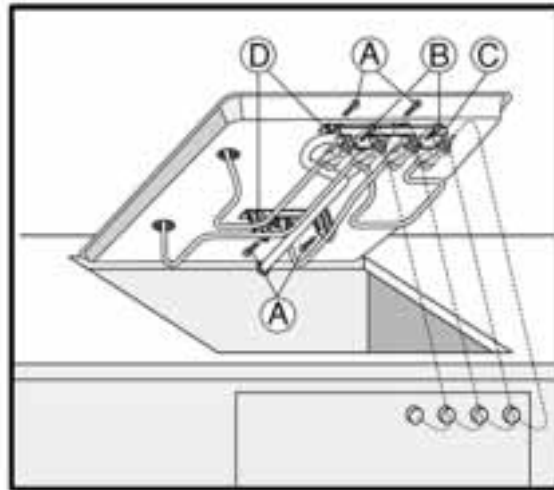

Fig. 11
3. Utilisez les vis B fournies pour fixer l'étrier robinets C de la table de cuisson au cache du four. Enfin, introduisez les boutons dans leurs logements (fig. 11).